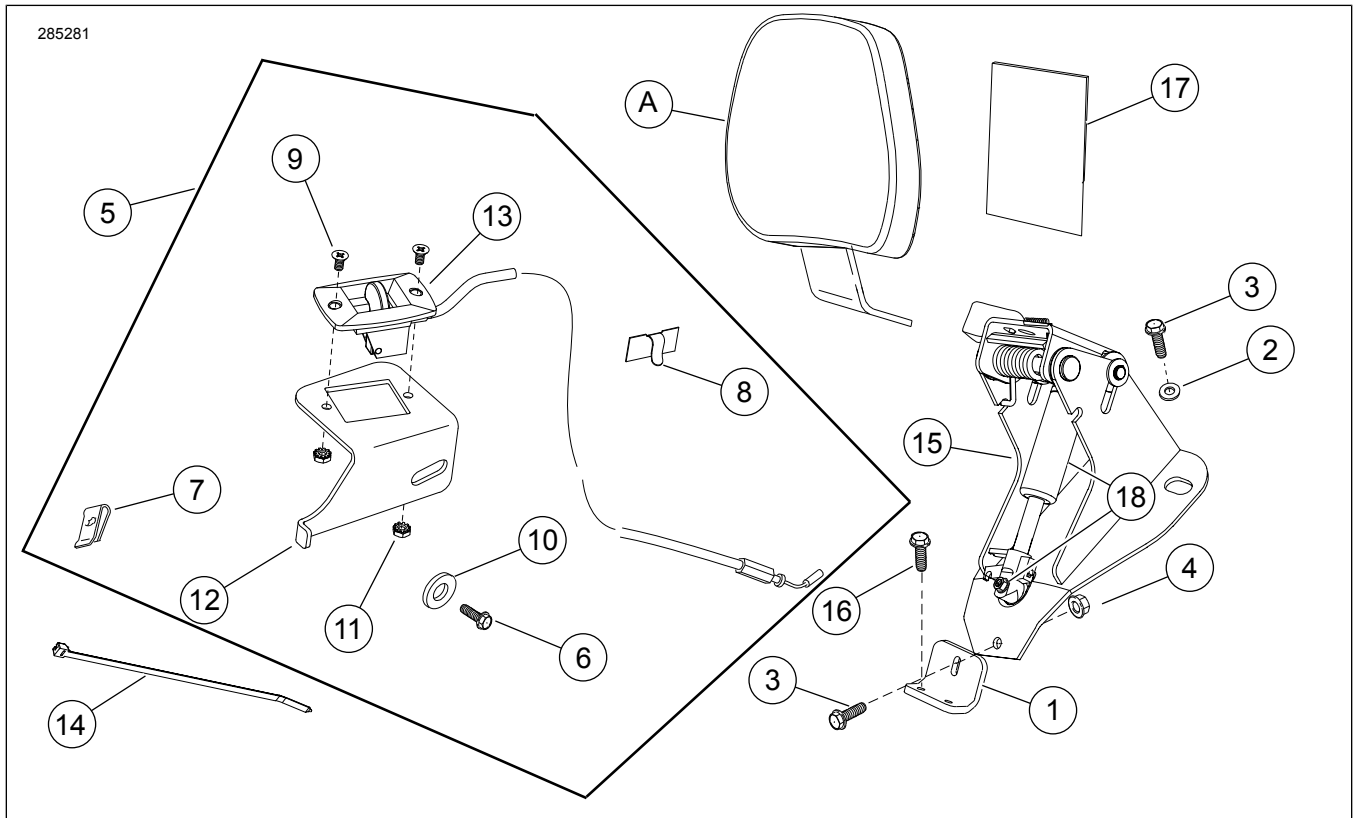

Figure 9. Pièces de rechange : Kit de montage de dossier pilote réglable FL
7. Figure 9 Monter la poignée de l'actionneur et le câble (13) sur le support de poignée de l'actionneur (12) à l'aide des vis (9) et des contre-écrous (11).
- Figure 9 Prendre l'attache adhésive (8) dans le kit. Nettoyer à l'alcool isopropylique la partie plate du support de la poignée de réglage à proximité de l'endroit où l'attache du fil de bougie a été retirée. Fixer l'attache sur le support et passer le fil de la bougie et le tube de l'évaporateur (le cas échéant) à travers l'attache. Replier l'attache de manière à maintenir correctement le fil et/ou le tube.
- Figure 9 Prendre le protège-selle (17).